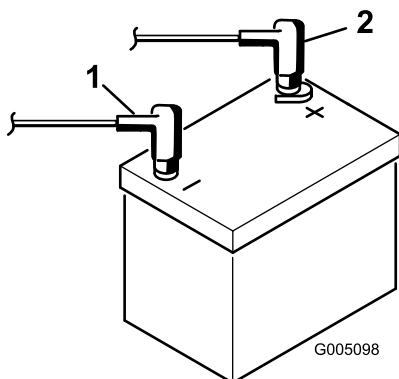

Figura 6
9. Collegate il cavo positivo (rosso) al morsetto positivo (+) e il cavo negativo (nero) al morsetto negativo (-) della batteria, e fissateli con i bulloni e i dadi (Figura 6). Fate scorrere la guaina di gomma sul morsetto positivo per evitare un cortocircuito.